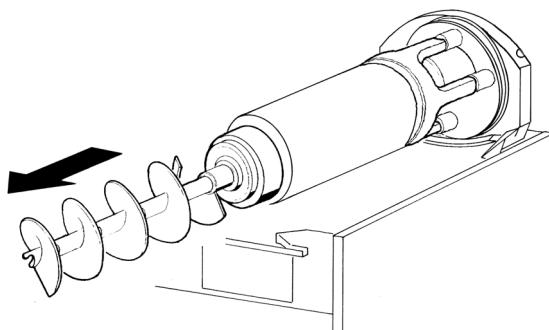

Bild 7
3 Zuerst die äußere (3) und dann die innere Schnecke (Bild 7) aus dem Verdampfer herausziehen.